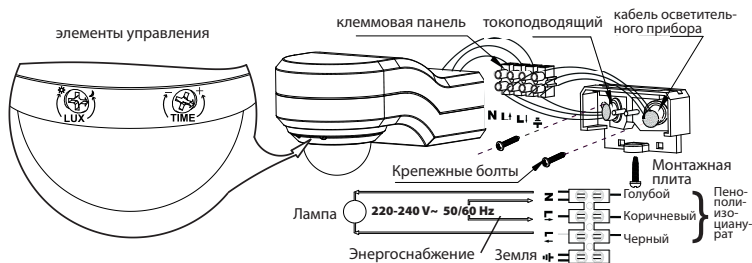

рис. 2
**УСТАНОВКА** (смотри также рис. 2)
8. подключите токоподводящий кабель и кабель осветительного прибора (лампы) к клеммовой панели (смотри рис. 2).
## ПОНИМАНИЕ ЭЛЕМЕНТОВ УПРАВЛЕНИЯ (см. рис. 2)